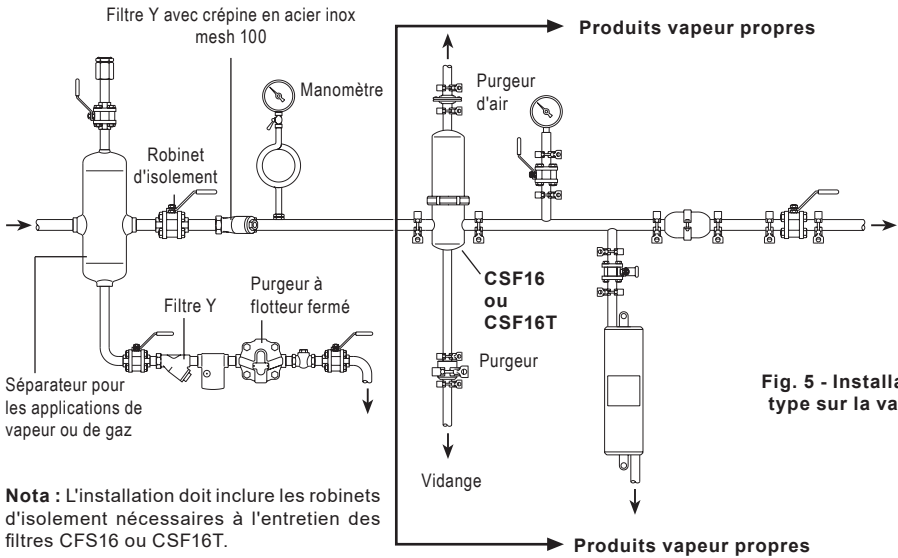
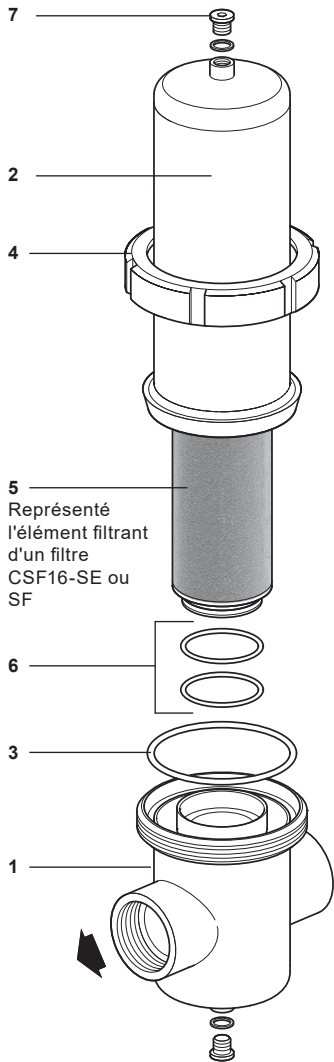

Fig. 5 - Installation type sur la vapeur
Fig. 7
5. Lorsqu'il est utilisé sur de la vapeur, le bouchon de vidange et le joint sur le carter inférieur du filtre doivent être retirés et un purgeur de vapeur installé sous le filtre. Le condensat de ce purgeur doit être acheminé vers la purge ou le réservoir d'une pompe, à condition qu'aucune contre-pression, c'est-à-dire qu'une remontée ne soit imposée au purgeur (voir Figure 5).
Une fois l'installation de la tuyauterie terminée conformément au paragraphe 3 (Fig. 5 ou 6), les étapes suivantes doivent être effectuées dans l'ordre, en se référant aux Fig. 7 et 8, pour mettre en service les filtres CSF16 et CSF16T :